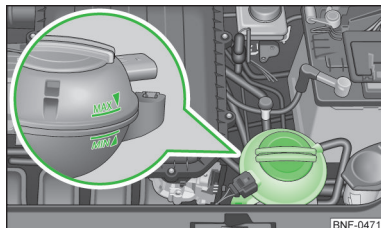

Fig. 102
Kølevæskens betegnelse er angivet på kølevæskebeholderen » Fig. 102 på side 109.
- Påfyld ikke kølevæske over markeringen **MAX**-markeringen » Fig. 102 på side 109.
Kølevæskebeholder » Fig. 102
➤ Kontroller kølevæskestanden på kølevæskebeholderen » Fig. 102.
Når motoren er driftsvarm, kan kontrolresultatet blive upræcist. Kølevæskestanden kan også ligge over MAX-markeringen » Fig. 102.